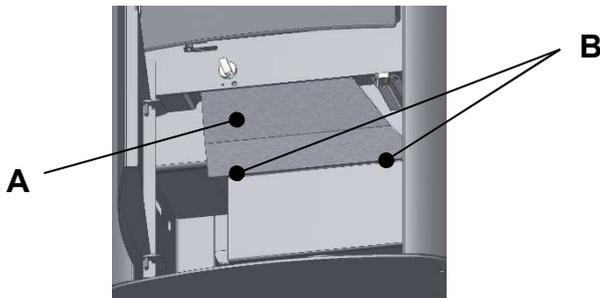
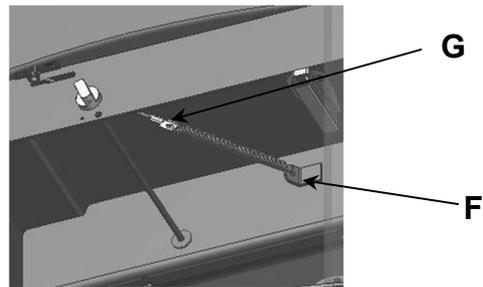

Abb.6
Abb.7
Die Türfeder ist aufgrund der auf Sie einwirkenden hohen thermischen Belastungen ein Verschleißteil und besitzt daher nur eine begrenzte Funktions- und Nutzungsdauer. Sollte die Federspannung im Laufe der Nutzung des Gerätes nachlassen und die Türe nicht mehr selbsttätig schließen, ist diese auszutauschen. Hierzu ist das Bodenstrahlenschutzblech (A) Abb.6 im Bereich hinterhalb der Vortüre durch Abschrauben der Sechskantmutter (B) Abb.6 zu entfernen. Anschließend die Feder an der Befestigungsschelle (F) Abb.7 und an der Seil-Öse (G) Abb.7 aushängen.